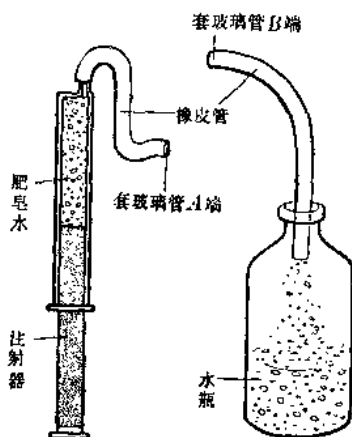

图 2-43
7. 吸水和出水装置。在玻璃 A 端用橡皮管接一个较大的装有肥皂水的注射器，B 端用橡皮管通到一个瓶子里 (图 2-43)。